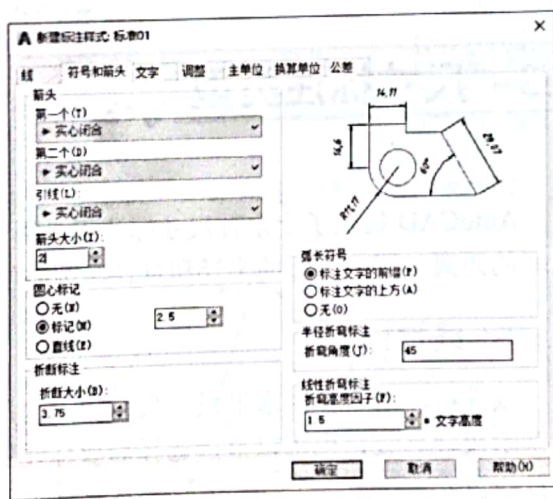

图 8-18 设置箭头大小
►Step04 切换到“符号和箭头”选项卡，将“箭头大小”设为2，如图8-18所示。